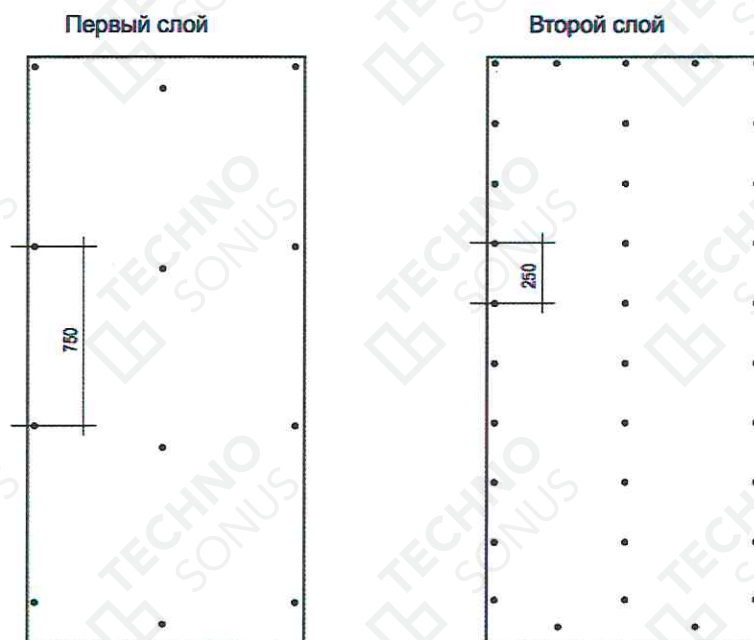

Рисунок 20 – Схема расположения саморезов при двухслойной облицовке ГКЛЗ
6.15. Установить и закрепить финишный слой листов АкустикГипс ГКЛЗ. Важно соблюдать разбер между швами первого и второго слоя. Швы первого и второго слоя должны отстоять друг от друга минимум на 400 мм. Шаг саморезов не более 25 см по вертикали (см. Рисунок 20). Первый лист не должен начинаться с утоненной кромки и не должен заканчиваться ей же. Швы между листами не заполняются виброакустическим герметиком Сонетик. Для фиксации финишного (второго) слоя АкустикГипс ГКЛЗ применяются саморезы ТС-ХТН F 3,9x41. Шляпка самореза не должна быть утоплена в слой гипса более чем на 1 мм. Саморезы должны отстоять от края торцевой кромки листов на расстоянии не менее 15 мм и продольной (горизонтальной) кромки – не менее 10 мм.